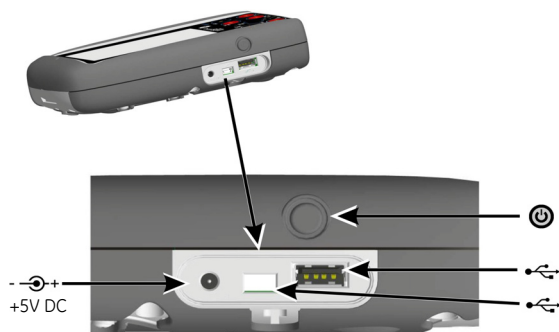

図 2 側面
1. DC 電源 / 充電装置を本体側面の +5VDC 接続部に接続します (「図 2 側面」を参照)。
2. バッテリーは USB 接続により充電することもできます (「図 2 側面」を参照)。
オフ状態からの場合 - ダッシュボードが表示されるまで電源ボタンを (「図 2 側面」を参照) を押します。